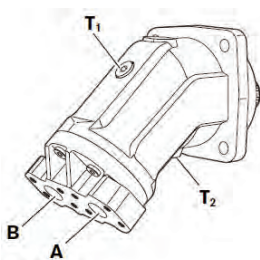

图9 马达油口示意图
- ◆ 通过马达壳体上侧泄油口（如图9所示T1口）进行注油，注满为止。